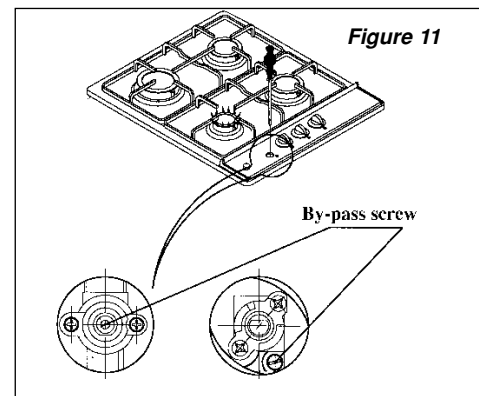

Figure 11
4. A l'aide d'un petit tournevis, vissez ou dévissez la vis de réglage (fig. 11) jusqu'à ce que la flamme du brûleur soit réglée au minimum.